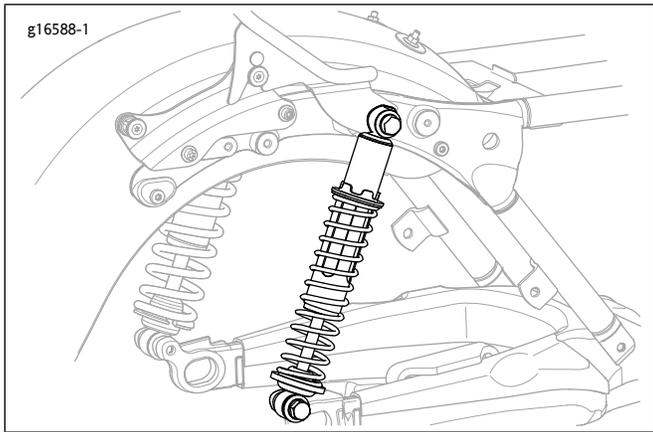

图2。减震器朝向与P&A可拆卸式
*如果减震器底架处发生干涉：拆下右侧减震器。参见维修手册。以杆朝下位置重新安装减震器。参见图2。这样可留出必要的倒U形杆安装间隙。如果仍然存在安装问题，可咨询哈雷戴维森经销商获取帮助。